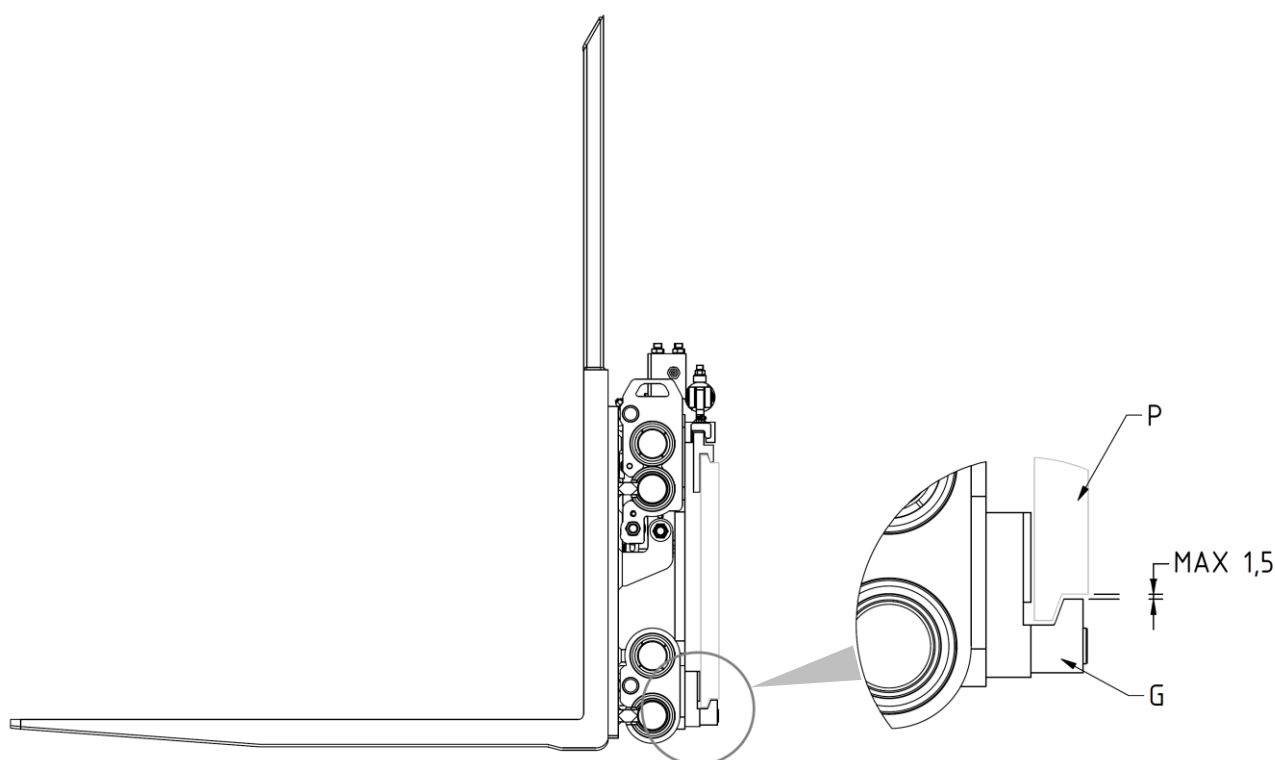
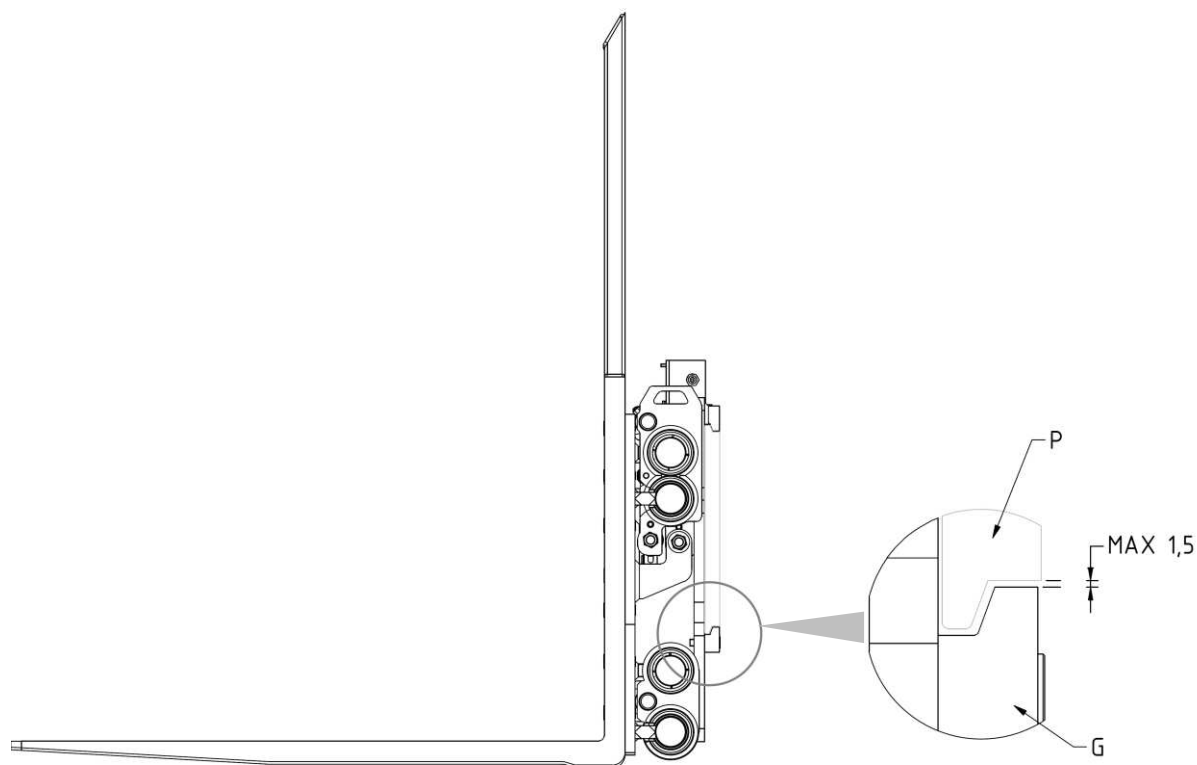

Figura 7
Figura 10
10. Atornillar los dos ganchos inferiores **G** para que su cuerpo quede enganchado debajo a la placa porta horquillas **P** (con un juego máximo de 1,5 mm, mira *Figura 7*) apretando con el par de apriete indicado en la *Tabla 3*.
7. Atornillar los dos ganchos inferiores **G** para que su cuerpo quede enganchado debajo a la placa porta horquillas **P** (con un juego máximo de 1,5 mm, mira *Figura 10*) apretando con el par de apriete indicado en la *Tabla 4*.
3. Verificar la holgura entre la parte inferior de la plancha porta horquillas y los ganchos inferiores del equipo, verificando que sea como se indica en las *Figura 7* (pag. 14) y *Figura 10* (pag. 17) y, si es necesario, intervenir en el apriete de los tornillos que los sostienen.